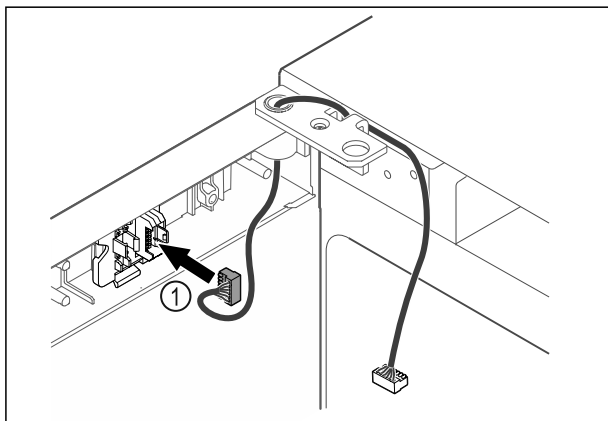

Fig. 49
- ▶ Вкарайте щекера Fig. 49 (1) в държача на щекера.